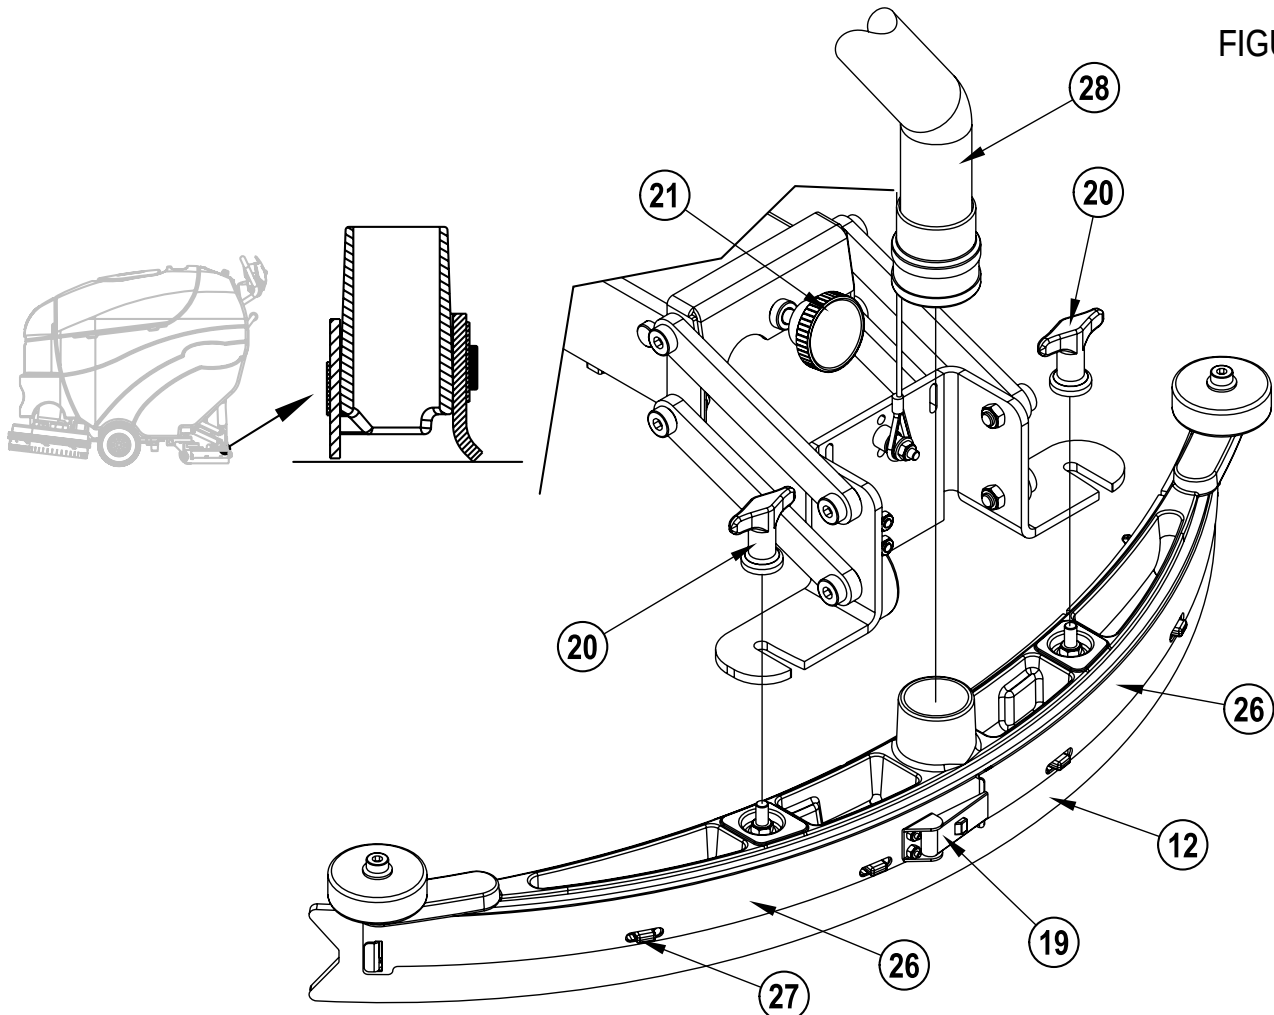

FIGURA 5
- 1 Ver la Figura 5. Eleve la boquilla del suelo y a continuación desbloquee el pestillo central (19) de la boquilla
- 2 Retire las correas de tensión (26).
- 3 Deslice la cuchilla posterior para sacarla de las clavijas de alineación (27).